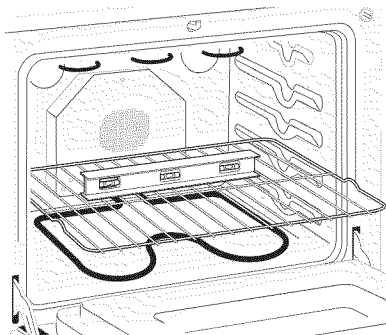

Figura 9
2. Ponga un nivel sobre la parrilla (vea figura 9). Tome dos lecturas con el nivel puesto diagonalmente en una dirección y después en la otra. Nivele la estufa, si es necesario, ajustando las 4 patas niveladoras con una llave de tuercas (Figura 14).